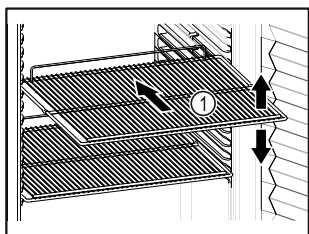

Fig. 50 Примерно изображение
- ❑ Ако стелажите за съхранение Fig. 50 (1) могат да се местят, регулирайте ги според височината.